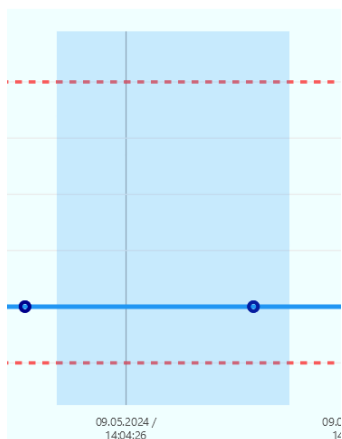

Рисунок 19 — Область масштабирования
3.3.21 Наведение курсора мыши на график с последующим двойным нажатием левой кнопки мыши или нажатие правой кнопкой мыши и движение курсора вправо или влево с нажатой кнопкой создаёт область масштабирования графика (см. рисунок 19), после того как кнопка будет отпущена, на графике отобразится выделенный участок в максимально возможном масштабе.